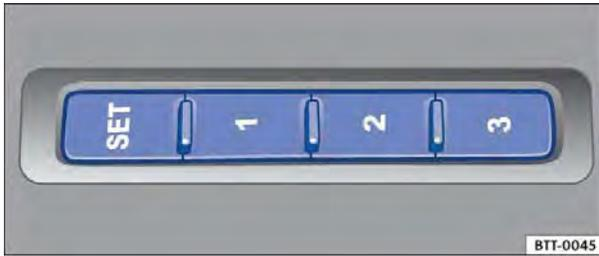

Fig. 56 Parte externa do banco do condutor: botões de memória.
- Pressionar o botão  por mais de um segundo ⇒ Fig. 56.
- Pressionar o botão da memória preferido ⇒ Fig. 56 e manter pressionado até o final do processo de ativação.
- Pressionar o botão  ⇒ Fig. 56 e manter pressionado até o final do processo de desativação.